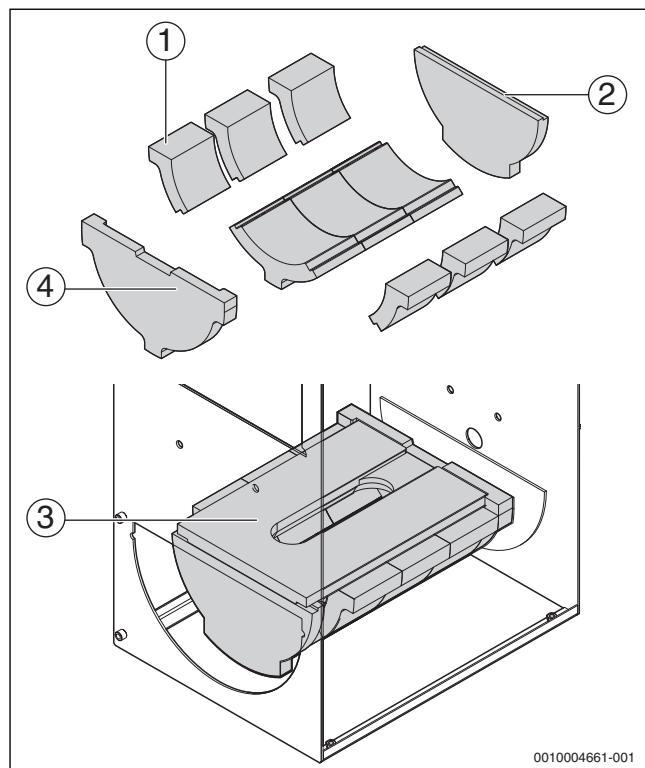
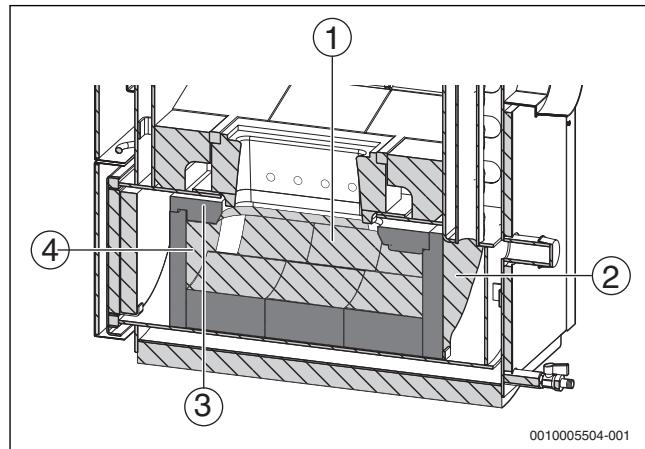

Рис. 20 Положение шамотных камней в топке
Рис. 21 Установленные шамотные камни
- Установите шамотные камни на место (→ рис. 20, стр. 19).
Шамотные камни (→ рис. 20 и рис. 21, [1], [2], [4]) находятся в топочной камере под выходом фурмы. Фурма доступна из загрузочной камеры.